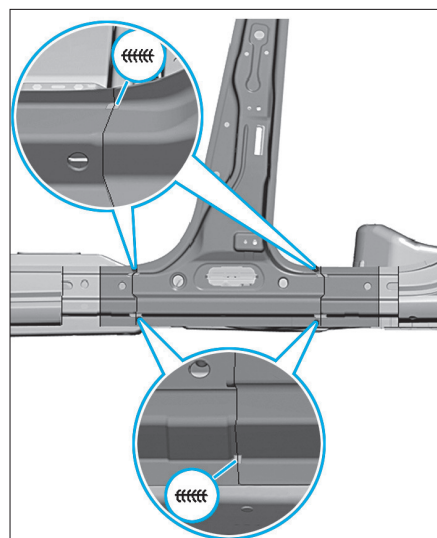
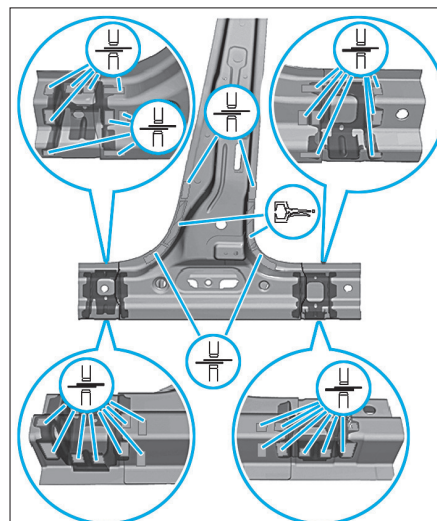

FIG. 52
FIG. 53
- Souder le renfort comme illustré (Fig.52) et (Fig.53).